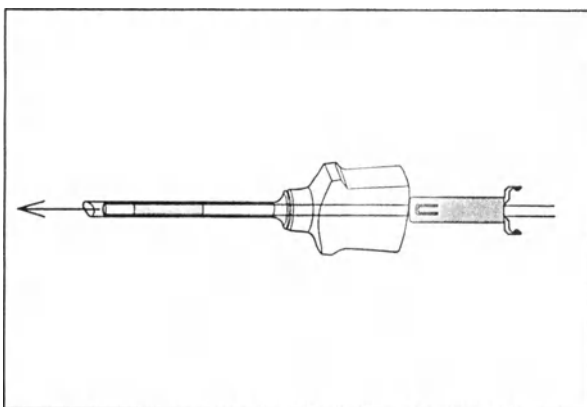

Рисунок 3.10
4. С помощью интродьюсера для введения в троакар осторожно вставьте подвижную часть эндоскопа в гильзу троакара. Затем введите в гильзу троакара только вводимую часть эндоскопа (на рис. 3.10). Не вставляйте в гильзу троакара интродьюсер.